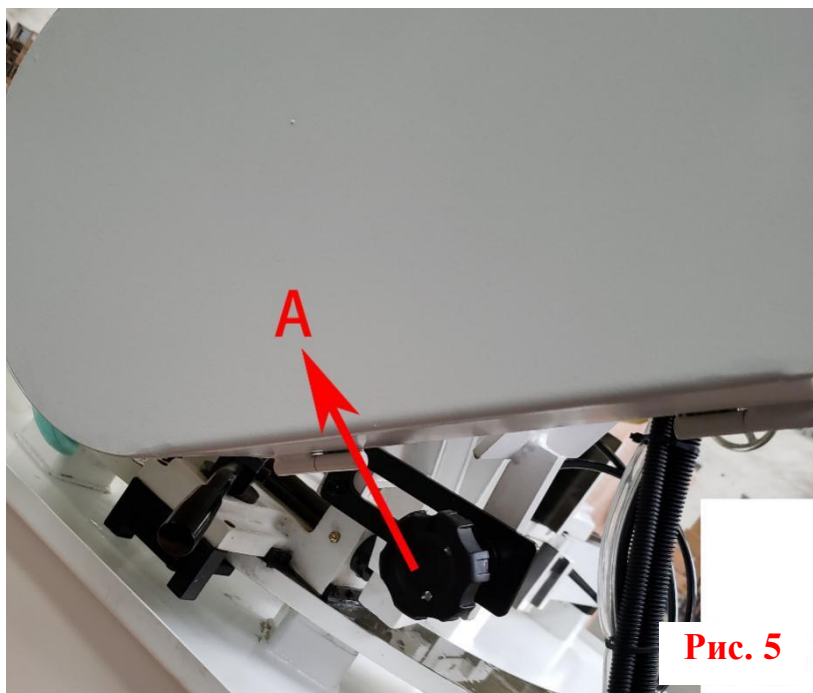

Рис. 5
3. Ослабьте натяжение ремня, поворачивая фиксирующую рукоятку (А) Рис.5 против часовой стрелки и поднимая поворотный кронштейн электродвигателя в направлении вперед.